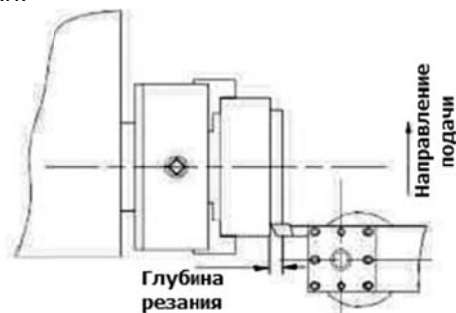

Рисунок 21
10.2 Обработка поперечной подачей (рисунок 21)